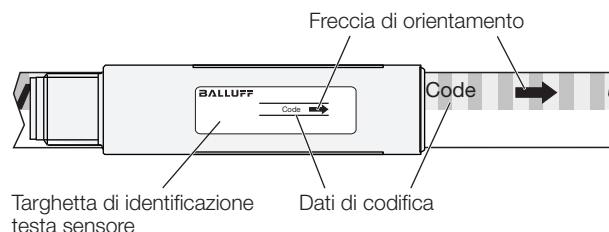

Fig. 4-1: Allineamento testa sensore su corpo di misura
- 3.** Allineare il corpo di misura in base allo stampato (cf. Fig. 4-1 a pag. 8).